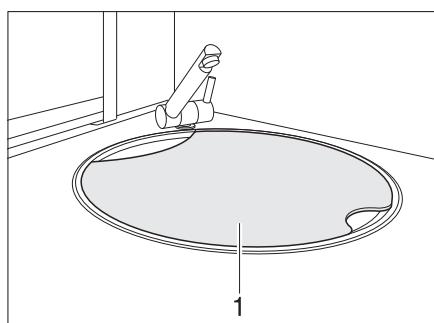

Fig. 11 Cubierta de fregadero
- ▶ En caso de un accidente o una frenada de emergencia la cubierta de fregadero (Fig. 11,1) puede causar lesiones a los ocupantes del vehículo. Antes de comenzar el viaje tomar la cubierta de fregadero y guardarla segura en el bloque de cocina o en el armario ropero.